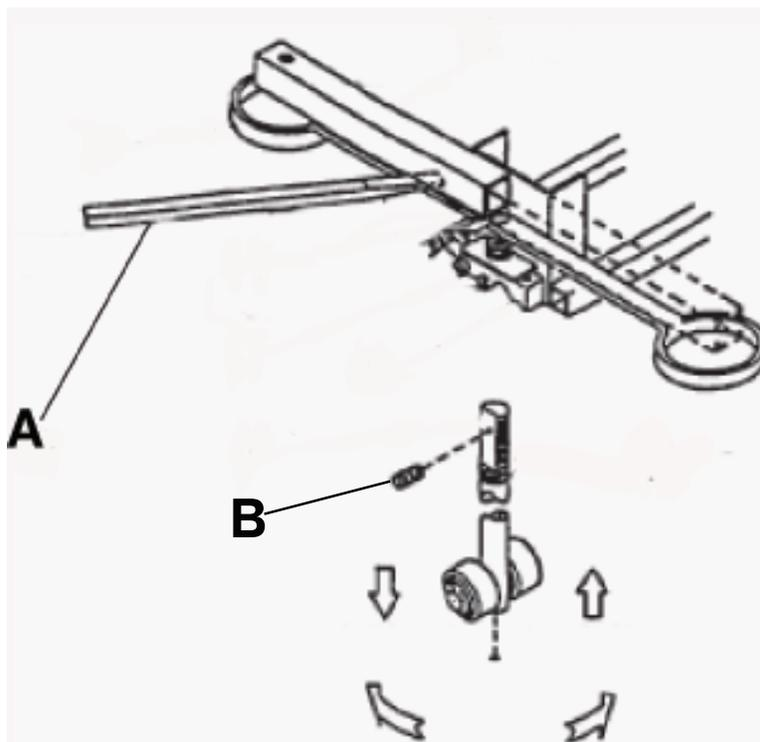

Figure 5 – Réglage du frein
1. À l’aide d’une barre de levier (A), comprimer le ressort pour relâcher la tension sur le goujon (Figure 5).
2. À l'aide d'une clé à 6 pans de 3/32 po, tourner la vis de blocage (B) d'un tour complet dans le sens antihoraire pour serrer le frein.
3. À l'aide d'une clé à 6 pans de 3/32 po, tourner la vis de blocage (B) d'un tour complet dans le sens horaire pour desserrer le frein.